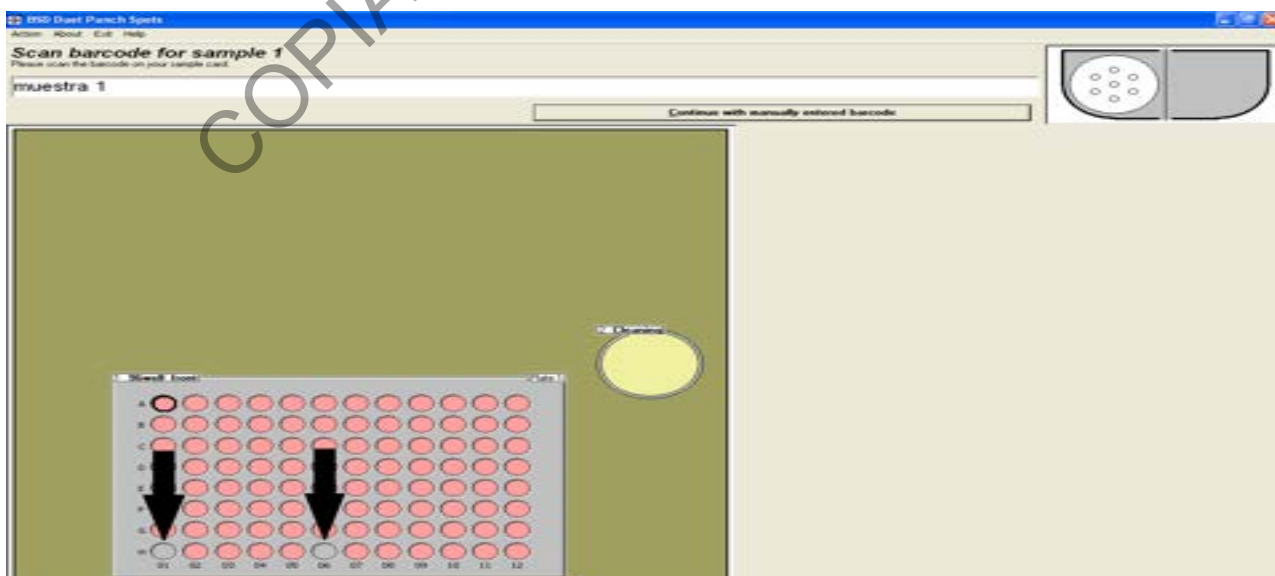

Figura 17. Inhabilitación del recorte de muestra en un pocillo determinado
7.3.2 Una vez inhabilitado el pocillo deseado, este se torna de color gris en la cuadrícula que se muestra en la pantalla (los pozos habilitados para recorte se presentan de un color rosado) (ver figura 17)